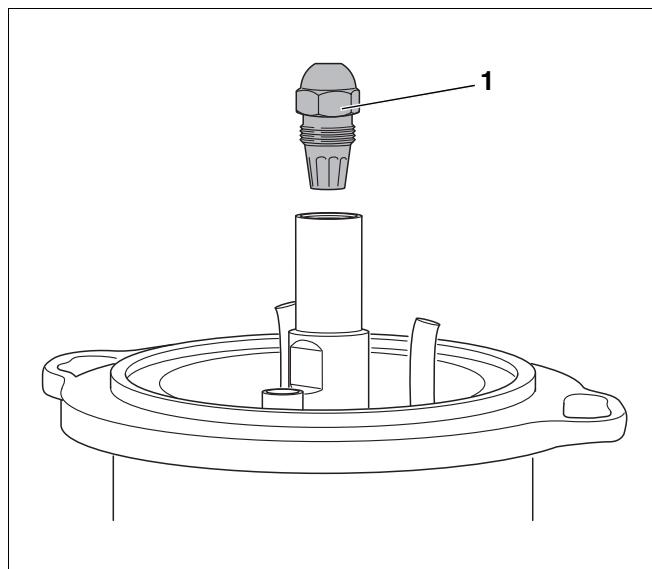

Рис. 35 Демонтаж форсунки
- Открутить форсунку (рис. 35, **поз. 1**) двумя гаечными ключами SW 16 и SW 19.
- Демонтировать форсунку (рис. 35, стр. 32).